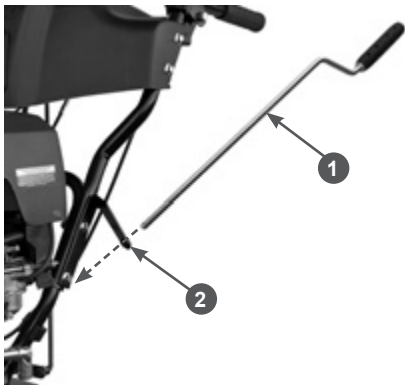

**Рис. 22 Подключение электрооборудования панели**
14. Соедините разъемы цепи питания фары и обогрева рукояток (Рис. 22).